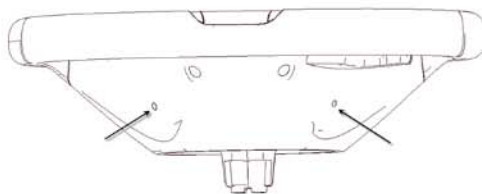

图 4-2
①对齐转向盘两侧的小圆孔，使用小一字起推动内部弹簧，松开 DAB。如图 4-2 所示。